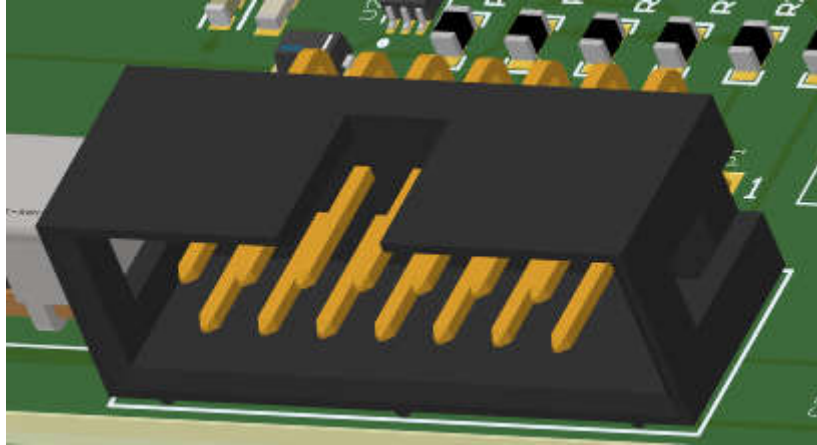

图 3-4. 键控接头插座
1. 使用提供的 USB 电缆将编程器板连接到运行 InterConnect Studio 的计算机。确保 TPLD-PROGRAM 和计算机之间连接良好，即 TPLD-PROGRAM 上的两个蓝色 LED 都亮起。图 3-4 中显示了一个完全连接的 EVM 示例。